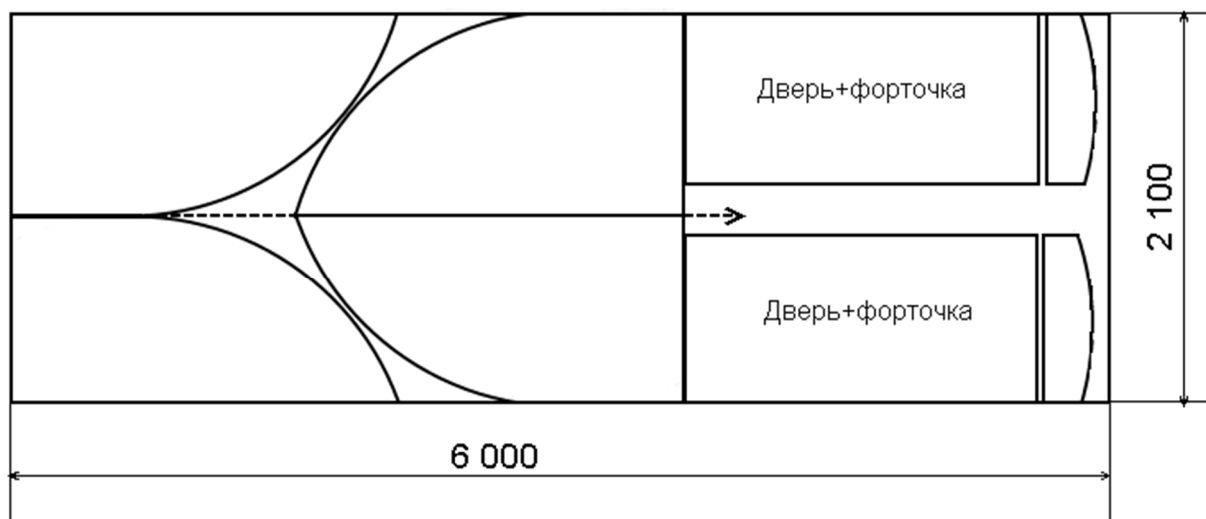

Рис. 9 Раскрой торца поликарбоната
3.7.1. Возьмите лист поликарбоната размером 6х2,1м и прочертите вдоль листа маркером линию посередине на длину примерно 3,60 м. (см. Рис. 9).
(см. Рис. 10), проверьте правильность выреза покрытия, при необходимости внесите изменения. Возьмите вырезанную деталь покрытия и используя как шаблон (с учетом изменений) начертите оставшиеся три заготовки покрытия торцов на листе поликарбоната (см. Рис. 9).
3.8.2. Отмерьте размеры дверного покрытия на оставшейся части листа (пункта 3.7.5.) и вырежьте острым ножом (см. Рис. 9).
3.11.2. Вырежьте из оставшегося листа поликарбоната (пункта 3.8.2.) прямоугольник размерами пункта 3.11.1. (см. Рис. 9). **Внимание! Расположение сот покрытия должно быть вертикально по высоте торца.**